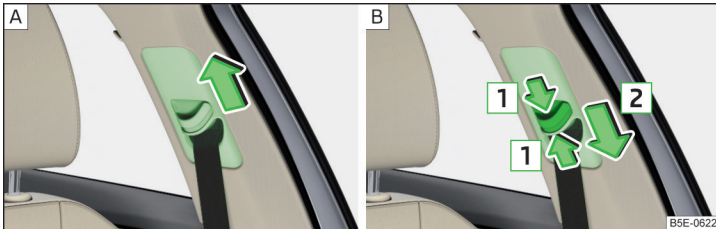

Abb. 18 Gurthöheneinstellung für die Vordersitze
➤ Den Umlenkbeschlag **nach oben** in Pfeilrichtung verschieben » Abb. 18 - [A].
- **Oder:** Die Sicherung in Richtung der Pfeile **1** zusammendrücken und den Umlenkbeschlag **nach unten** in Pfeilrichtung **2** verschieben » Abb. 18 - [B].